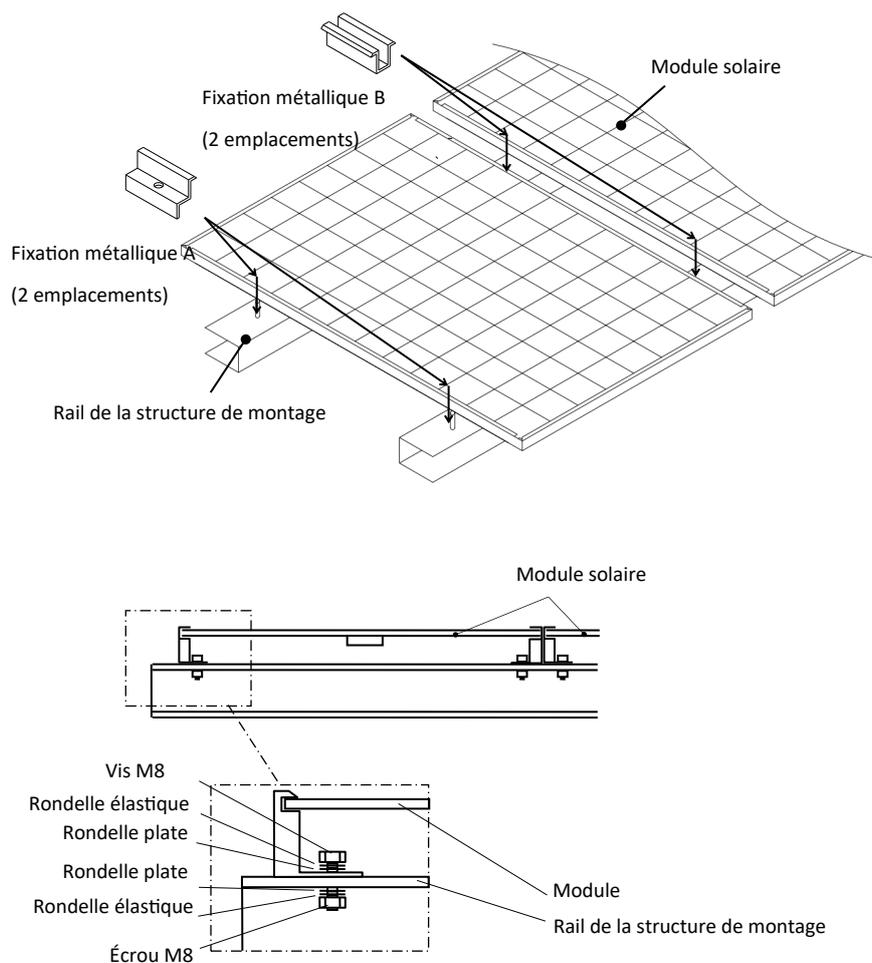

Figure 5. Installation du module
La méthode offre une charge maximale comme indiqué dans le tableau « Emplacements de montage et résistance de charge » à la Figure 1 et la Figure 5 est un état statique sur la surface du module.
- En général, les modules doivent être montés aux quatre (4) points situés au quart de la longueur du cadre, de la façon indiquée à la Figure 1 et selon les méthodes d'installation illustrées à la Figure 5.